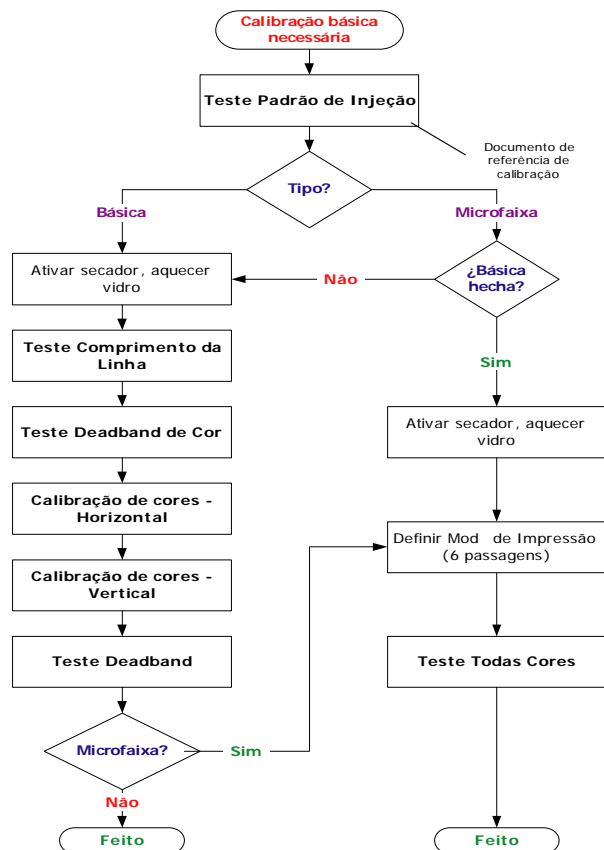

Figura 1. Fluxograma de Calibração Geral
- *Para calibração geral*– use o fluxograma da Figura 1.